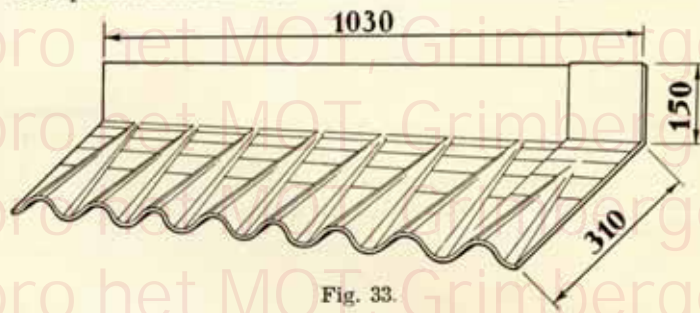

Fig. 33.
OU DE LANTERNEAUX (fig. 33 et 34).**
**Pour plaques ondulées n° 5 (fig. 33) :**